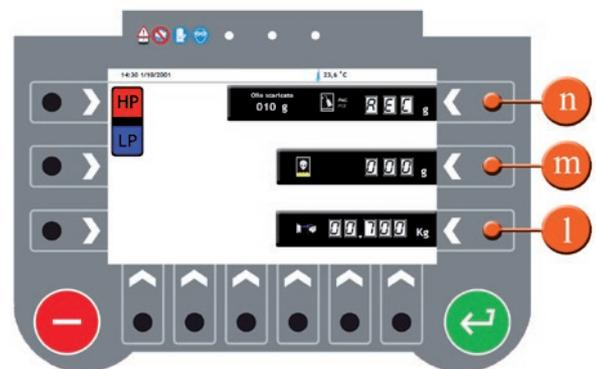

Abb.036
3. Wählen Sie die Anschlussseite, auf der die Absaugung erfolgen soll. Mit Taste **n** wird der Service auf beiden Seiten (**LOW** und **HIGH**) ausgeführt. Mit Taste **m** wird der Service nur auf der **HIGH**-Seite ausgeführt. Mit Taste **l** wird er nur auf der **LOW**-Seite ausgeführt. Die Anschlussseite hängt davon ab, wo der Anschluss an die Klimaanlage liegt. Die ausgewählte Anschlussseite wird auf dem Display hervorgehoben. (Abb.036)
5. Mit Taste „**n**“ im Einstellungsbildschirm (Abb.036) kann die Ölmenge eingestellt werden, die eingefüllt werden soll. Mit der Standardeinstellung (REC) wird genau die gleiche Menge, die beim letzten Service vom Gerät abgesaugt wurde, wieder eingefüllt. Der Wert wird am Display angezeigt
- Um fortzufahren, drücken Sie auf **ENTER**. Am Display erscheint erneut die Zusammenfassung (Abb.036) für weitere Einstellungen.
- Mit Taste „m“ im Einstellungsbildschirm (Abb.036) kann die UV-Menge eingestellt werden, die eingefüllt werden soll. Voreingestellt sind 0 Gramm.
12. Mit Taste „l“ im Einstellungsbildschirm (*Abb.036*) kann die Kältemittelmenge eingestellt werden, die eingefüllt werden soll. Die Voreinstellung hängt vom letzten Service mit dem Gerät ab.
14. Um fortzufahren, drücken Sie auf **ENTER**. Am Display erscheint erneut die Zusammenfassung (*Abb.036*) für weitere Einstellungen.